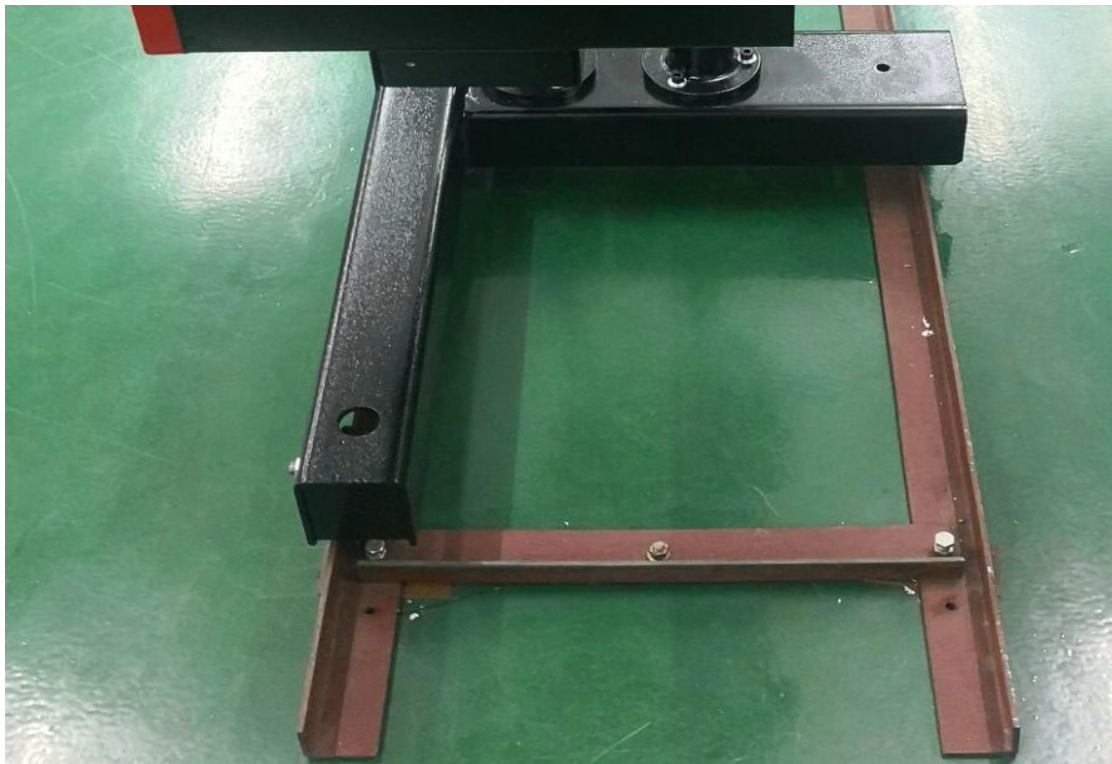

图 3.4 仪器放置
(1)、如图 3.4 所示: 将仪器放置于导轨上, 仪器的前导轮的工型凹槽应卡嵌在前导轨上, 将仪器在导轨上缓缓推行, 仪器推行过程应畅顺平滑。否则检查导轨的安装质量, 特别是导轨的拼接处是否平滑。